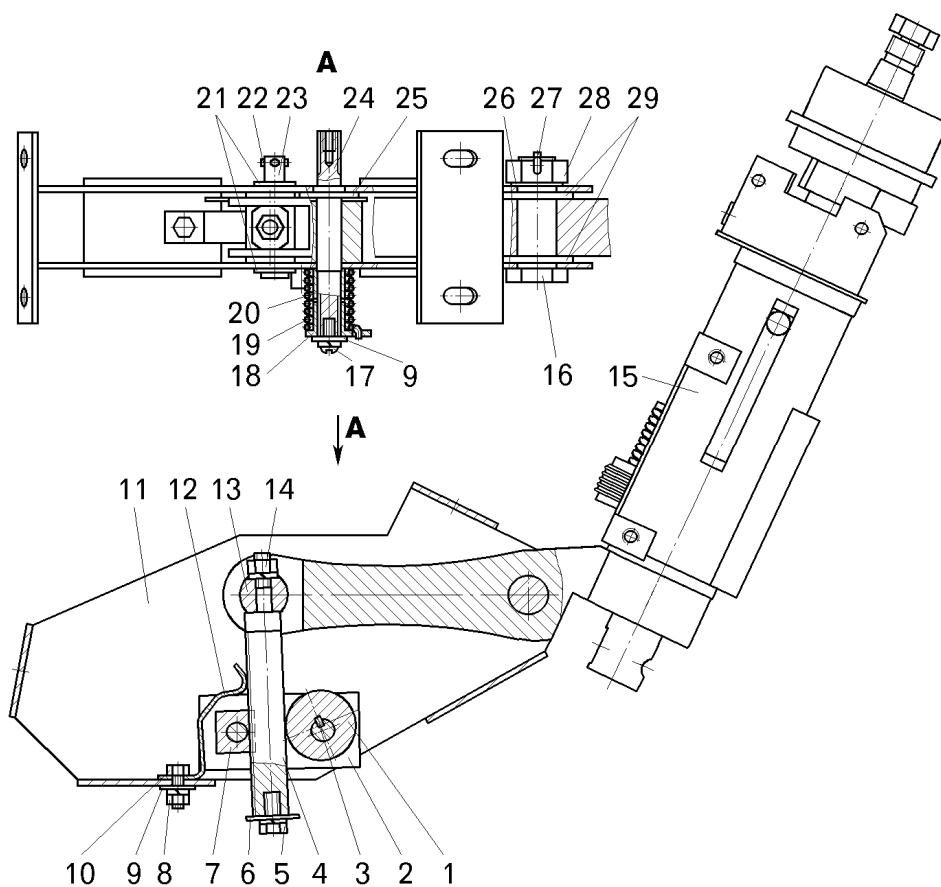

Figure 9.3 - Colonne de direction avec support:
- retirer une goupille fendue et dévisser l'écrou 28 (figure 9.3) sur l'essieu 16;
- desserrer la vis 14 (voir figure 9.3) de la tige 4;